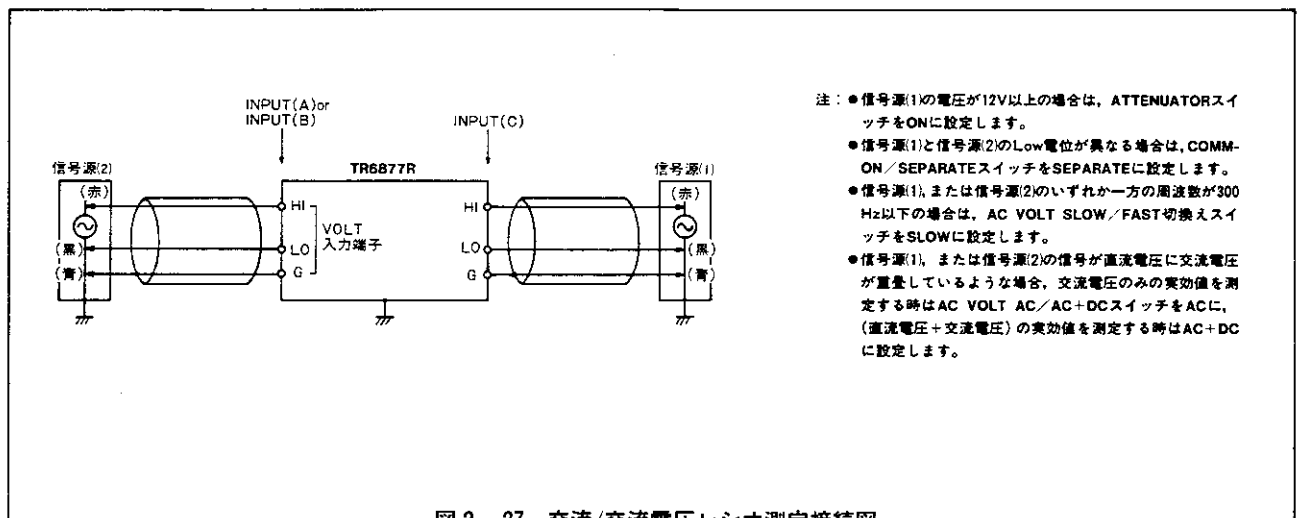

図2-27 交流/交流電圧レシオ測定接続図
**FUNCTION**スイッチ・グループの中の**ACV**と**RATIO**スイッチをONに設定することによって測定が行なわれます。〔図2-27〕に交流/交流電圧レシオ測定における入力ケーブルの接続方法を示します。**REFERENCE INPUT(C)**は、10Vと100Vの2レンジがあり、背面パネルの**ATTENUATOR**スイッチOFFで10Vレンジ、ONで100Vレンジとなります。